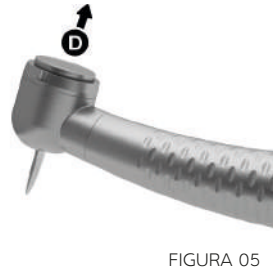

FIGURA 05
3. Soltar a tampa da cabeça (D). Certificar-se que a broca está encaixada e fixada corretamente (FIGURA 05);